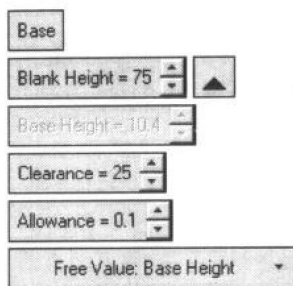

图 1-5
(1) 从电极向导工具栏中选择 **Blank** (铣削区域) 的图标 。
(2) 选择 **Blank Height** (铣削区域高度) 右侧的下拉箭头, 展开所有的参数选项, 设定图 1-5 中所示的参数。